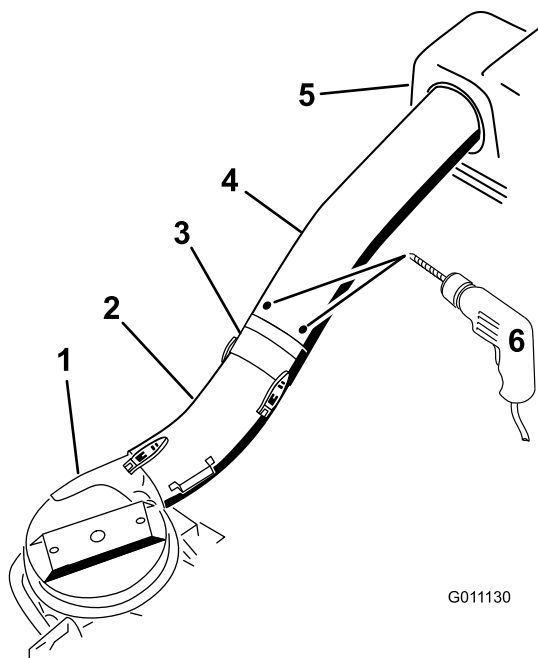

Bild 27
11. Verwenden Sie die drei Löcher oder Vertiefungen im oberen Rohr als Schablone und bohren drei Löcher (Durchmesser von 7/32 Zoll) an der Stelle, an der das obere und mittlere Rohr verbunden sind (Bild 27).